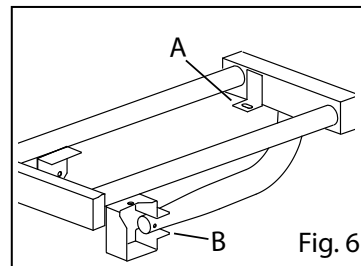

Fig. 6
**Cocina con placa de cocción:** Destornillar los tornillos de fijación y la conexión a la alimentación (Fig. 6/A+B)